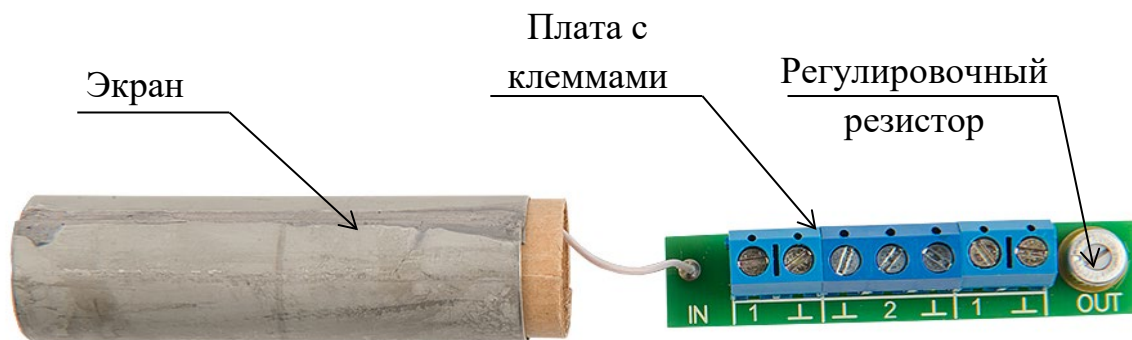

Рисунок 8.15
- отсоединить гермовводы каждого РЧС-Т, вынуть экраны с платой (рисунок 8.15), выдвинуть платы из экрана для обеспечения доступа к регулировочному резистору;
- установить регулировочный резистор (рисунок 8.15) каждого РЧС-Т в